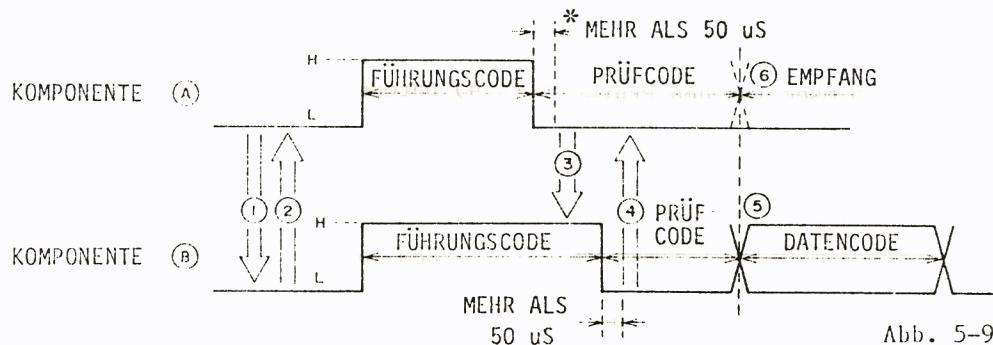

Abb. 5-9
2. Nach Absenken auf "L" vor überprüfen des Busses (Abb. 5-9) ist eine Pause von mindestens 50 usec vorzusehen.